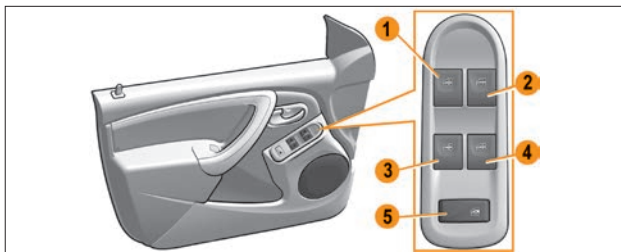

Рис. 4.1.3. Блок управления электростеклоподъемниками В (в варианном исполнении)
**Клавиши управления электростеклоподъемниками с места водителя на блоке В (рис. 4.1.3):**